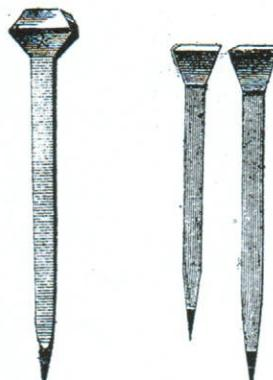

Fig. 16. — Clous à bœufs.
Après avoir convenablement paré les onglons, on fixe le fer à l'aide de clous petits, à lame très mince et très flexible (fig. 16) (1). Ces clous sont plantés, ou *brochés*, à la manière habituelle et surtout avec beaucoup de mesure. Il ne faut pas essayer, en plongeant dans la corne, de les faire arriver à une grande hauteur sur la paroi qui est très
(1) Les clichés des figures 16 à 21 sont empruntés à l'ouvrage : *La Maréchalerie*, par Thary (J.-B. Bailliére et fils).